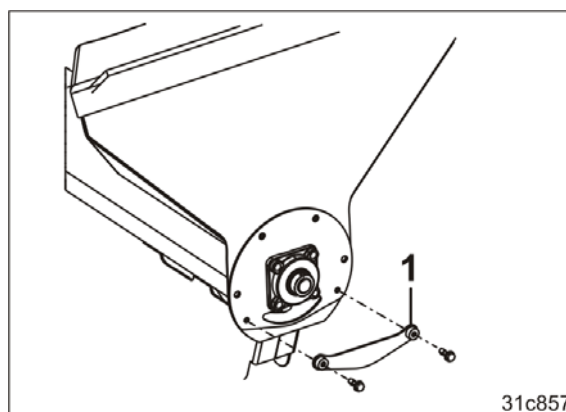

Fig. 252
3. Skru lukningen (Fig. 252/1) til tømning af påfyldningstragten af.